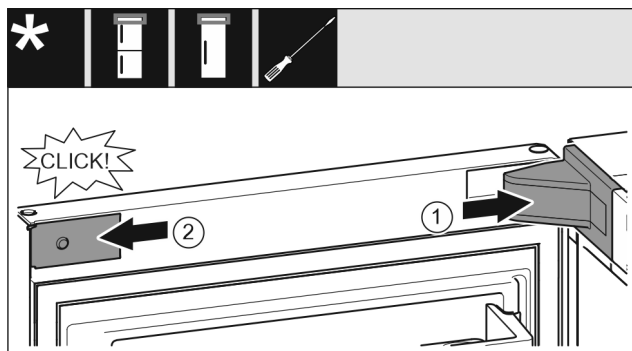

Fig. 34
- ▶ Helyezze fel és pattintsa be a csapágybak fedelét, szükség esetén óvatosan nyomja szét. Fig. 34 (1)
- ▶ Helyezze fel oldalra a lemezt, és pattintsa be. Fig. 34 (2)